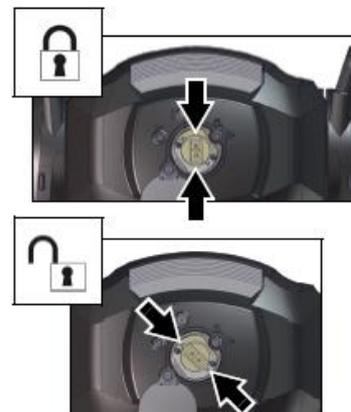

Рисунок 9. Лампа заблокирована/разблокирована
4. См. рисунок 9. Возьмитесь за керамический цоколь, поверните его на 45 ° против часовой стрелки и освободите его, затем осторожно выньте лампу из прибора.